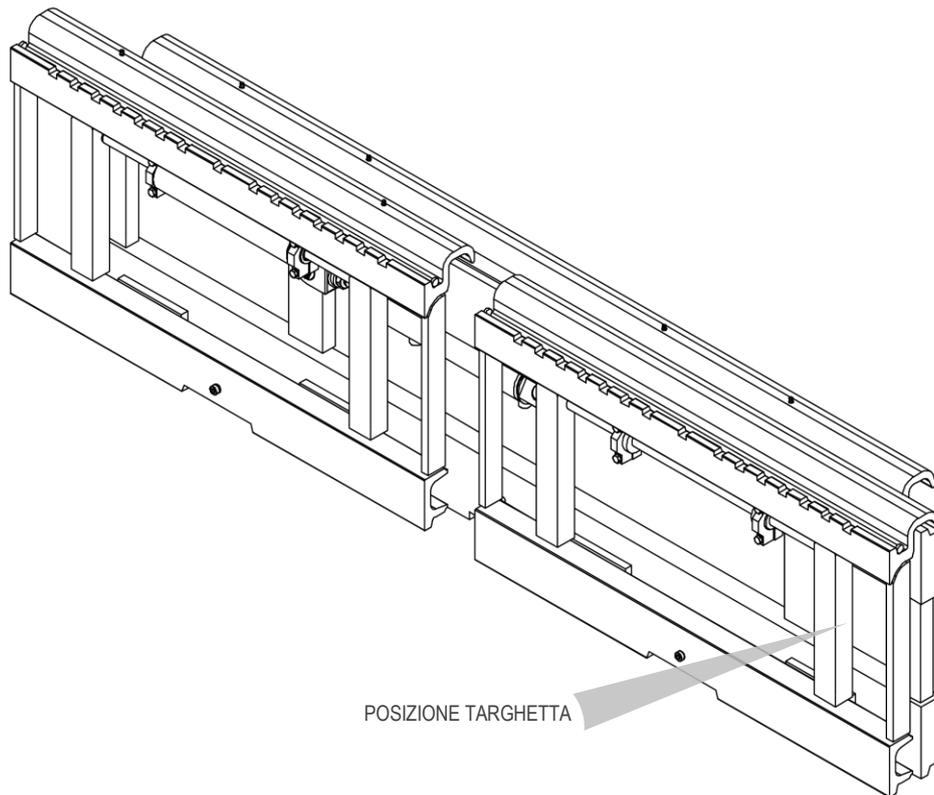

Figura 1
Tutte le attrezzature A.T.I.B. – “DOPPIO TRASLATORE TIPO 107.2 | TRIPLO TRASLATORE TIPO 107.3” vengono identificate mediante targhetta adesiva (vedi *Tabella 1*) posizionata sull’attrezzatura (la posizione della targhetta identificativa può variare in funzione dell’attrezzatura, vedi *Figura 1*). Fare sempre riferimento al numero di matricola.
7. Per la movimentazione utilizzare cinghie o catene opportunamente dimensionate rispetto al peso dell'attrezzatura indicato in targhetta (vedi *Figura 1* e *Tabella 1* a pag. 6).
12. Collegare il circuito idraulico, assicurandosi che la pressione di esercizio delle tubazioni sia superiore o uguale a quella indicata sulla targhetta di identificazione (vedi *Figura 1* e *Tabella 1* a pag.6).
4. Per la movimentazione utilizzare cinghie o catene opportunamente dimensionate rispetto al peso dell'attrezzatura indicato in targhetta (vedi *Figura 1* e *Tabella 1* a pag. 6).